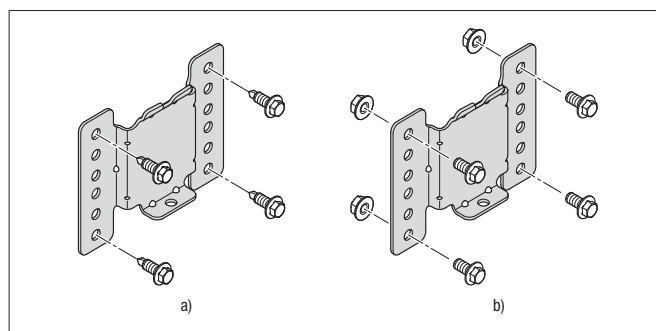

Figure 4
- Fixer le support avec 4 boulons à tête hexagonale M6 x 12 et 4 écrous hexagonaux M6 ou 4 vis autotaraudeuses 6,3 x 19 (moment de serrage : 9+1 Nm), voir Figure 4.
Utiliser, de préférence, les perçages de fixation supérieurs et inférieurs, voir Figure 4. En cas d'emploi des autres perçages, respecter un espace minimal de deux perçages entre les boulons de fixation.